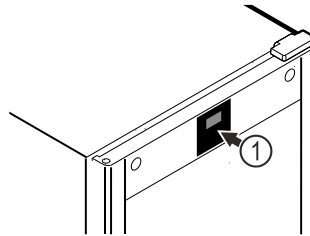

Fig. 51 Примерное изображение
Термометр уже откалиброван на заводе (смещение нуля +6 кельвинов). Если температура внутри устройства отличается от индикации температуры Fig. 51 (1), термометр можно калибровать.